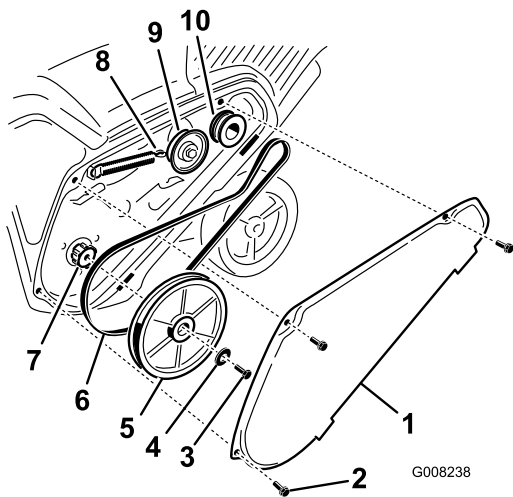

Figure 26
1. Enlevez le couvercle de la courroie d'entraînement après avoir retiré les 3 boulons comme montré à la Figure 26.
2. Décrochez le ressort de frein du bras de la poulie de tension pour détendre la courroie (Figure 26).
3. Enlevez la vis et la rondelle bombée qui retiennent la poulie de rotor (Figure 26).
4. Retirez la poulie de rotor et la courroie d'entraînement (Figure 26).
**Remarque:** Acheminez la courroie neuve autour de la poulie du moteur, puis de la poulie de tension, et enfin autour de la poulie de rotor desserrée, située juste au-dessus de l'arbre de rotor (Figure 26).
6. Montez la poulie de rotor sur l'arbre de rotor (Figure 26).
7. Montez la rondelle bombée et le boulon de fixation de la poulie de rotor, et serrez-les solidement (Figure 26).